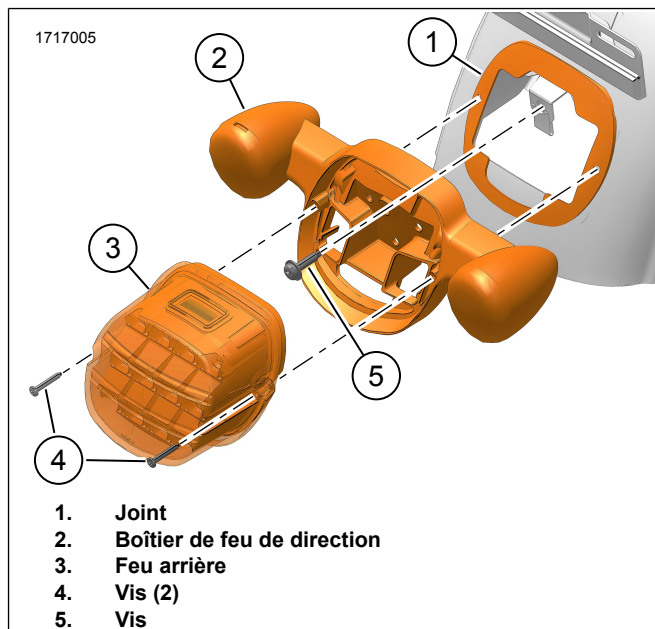

Figure 6. Ensemble du feu arrière
- c. Acheminer le câble (3) comme indiqué par l'ouverture du support.
- d. Installer de nouveaux serre-câbles (2).
2. Voir la figure 6. Acheminer les fils des feux de direction en les passant à travers le joint (1).
4. Installer le boîtier du feu de direction (2) et le joint (1) sur le garde-boue arrière.
5. Poser la vis (5). Serrer.
7. Voir la figure 6. Installer le feu arrière.
- a. Installer le feu arrière (3) sur le boîtier du feu de direction (2).
- b. Poser les vis (4). Serrer.